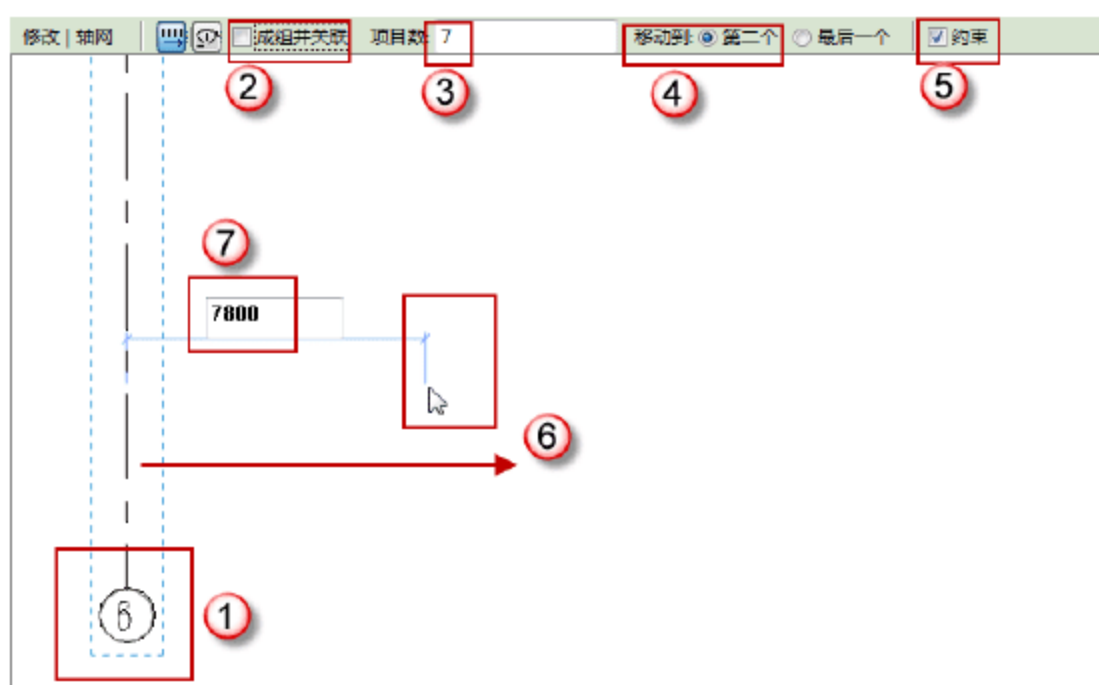
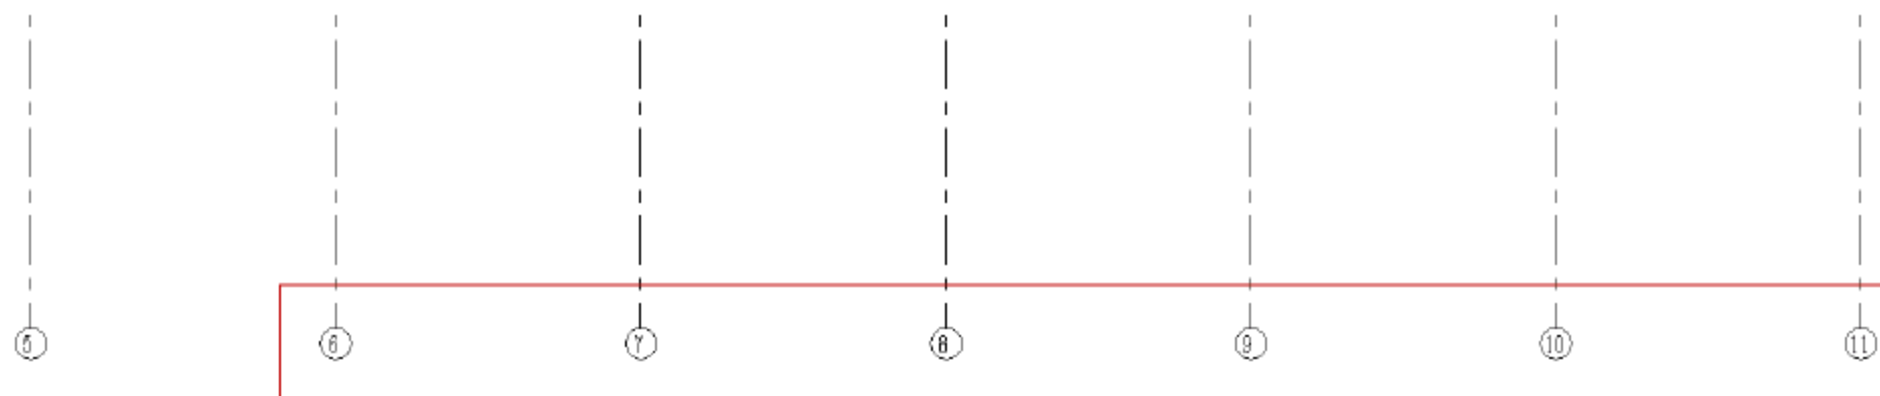

图 1.3.15 阵列轴线
图 1.3.16 完成阵列
(12) 再次阵列轴线。选择已经生成的 5 轴，按快捷键 A+R（发出阵列命令后，轴号会变，这是正常的），取消选择“成组并关联”复选框，“项目数”设为 7，“移动到”选“第二个”单选按钮，选中“约束”复选框，将光标向上移动，输入数值 7800，如图 1.3.15 所示。按 Enter 键，完成对轴线的阵列，系统会以 7800mm 为间距，再生成 6 个轴线，如图 1.3.16 所示。